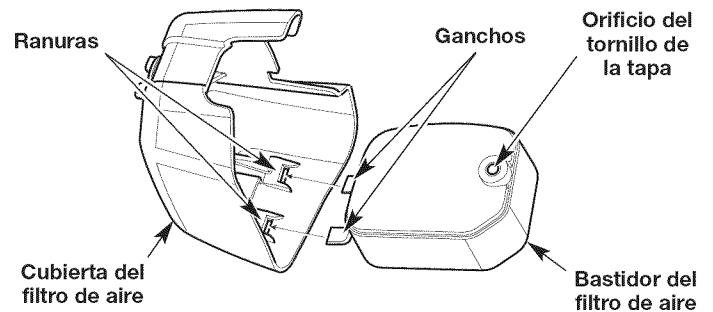

Fig. 16
6. Vuelva a poner el filtro dentro de la caja del filtro de aire (Fig. 16).
7. Inserte los ganchos de la caja del filtro de aire en las ranuras de la tapa del filtro (Fig. 16).
8. Gire la tapa del filtro de aire a la derecha y alinee el tornillo de la tapa con el orificio correspondiente (Fig. 16). Apriete el tornillo para asegurar la tapa del filtro de aire.